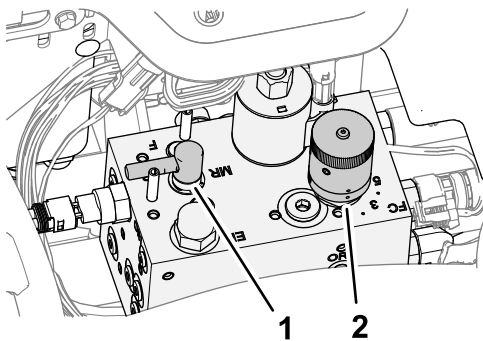

Figura 88
4. Mueva la palanca de autoafilado a la posición R (autoafilado) (Figura 88).